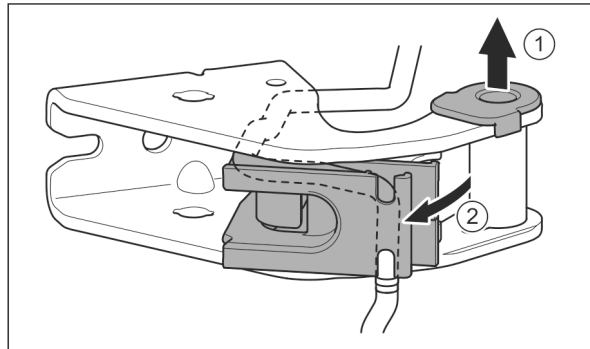

Fig. 24
- Puzdro ložiska vytiahnite z vedenia. Fig. 24 (1)
- Držiak kábla vychýľte. Fig. 24 (2)